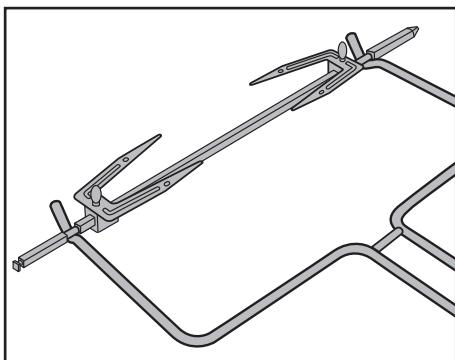

Fig. 3 Tangen ⑫ sættes på drejespydet ⑯
- Sæt altid bagepladen ⑪ ind på den nederste rille, når drejespydet ⑯ anvendes. Dermed opsamles neddræppende væske.
- For at tage det varme drejespyd ⑯ ud skal du gribe med krogene for enden af tangen ⑫ ned i fordybningerne på drejespydet ⑯ (fig. 3):